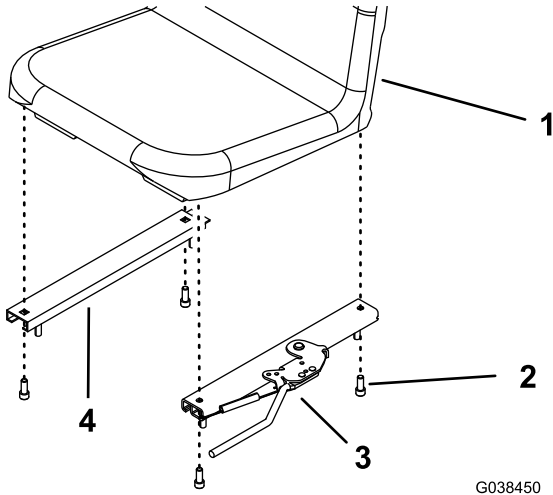

Figure 8
4. Fixez les dispositifs de réglage gauche et droit sur le siège à l'aide de 4 boulons (5/16 x 3/4"), comme montré à la Figure 8.